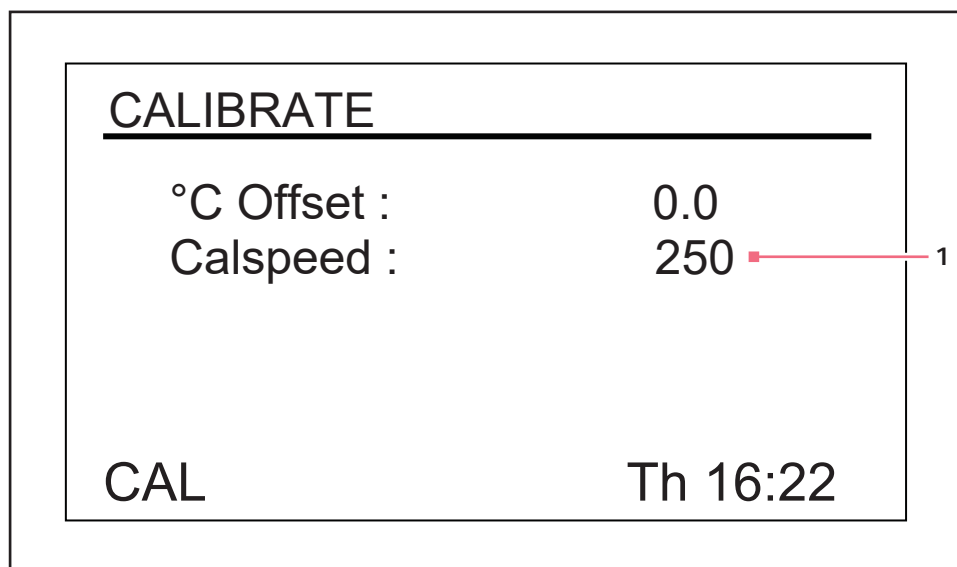

Fig. 9-15: schermata di calibrazione
1. Utilizzare la manopola di controllo per entrare nella schermata *CAL* (vedi Fig. 9-15 a pag. 68).
La funzione **Calspeed**, impostata nella schermata **CAL** (vedi Fig. 9-15 a pag. 68), viene utilizzata per calibrare la velocità del sistema di agitazione. Calibrata in fabbrica, la velocità non deve essere necessariamente ricalibrata fino alla sostituzione di uno dei componenti principali (ad es. la cinghia di trasmissione).